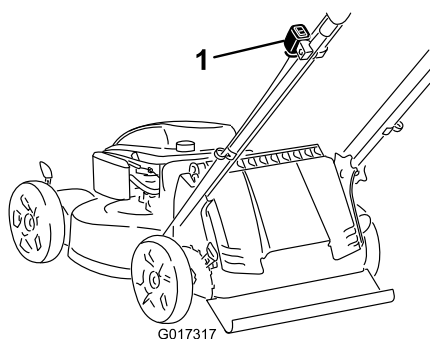

Figure 12
1. Si le commutateur d'allumage de votre machine (Figure 12) est du type à bascule (avec une position marche [« I »] et une position arrêt [« Stop »]), poussez-le à la position « I ». Sinon passez à l'opération 2.